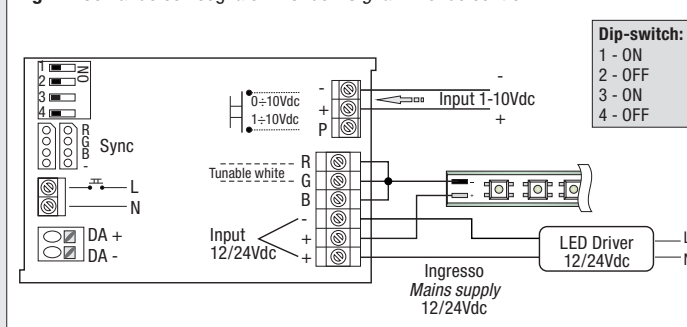

Fig. 6 - Comando sincronizzato con pulsante isolato
- 6 - funzionamento MASTER-SLAVE (Fig. 6)
- 6 - functioning MASTER-SLAVE (Fig. 6)